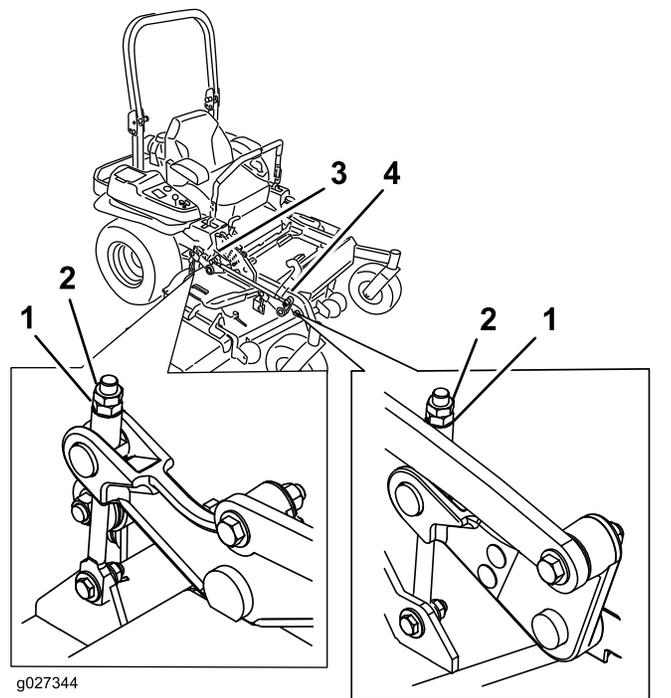

Figura 94
10. Afine a porca de ajuste no conjunto de elevação da plataforma frontal rodando-a (Figura 94).